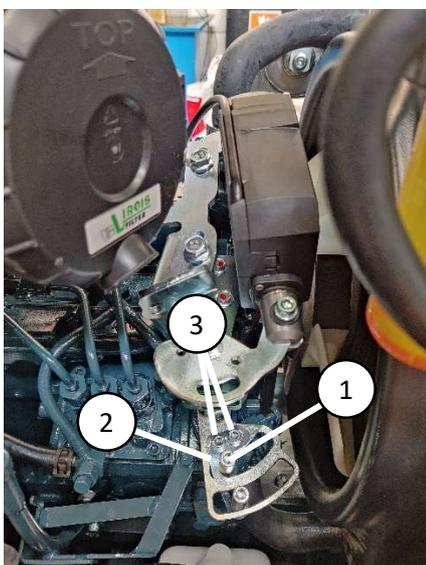

Abbildung 32. Minimalposition des Drosselmotors
Stellen Sie anschließend die Position des Dieseldrosselmotors auf 0 %. Achten Sie darauf, dass der Motorstopphebel in die Endposition geht (Abbildung 32 (1)). Wenn eine Einstellung erforderlich ist, lösen Sie die Schrauben (Abbildung 32 (3)) und bewegen Sie die Einstellplatte (Abbildung 32 (2)), sodass der Motorstopphebel in die Endposition geht. Ziehen Sie die Schrauben fest.